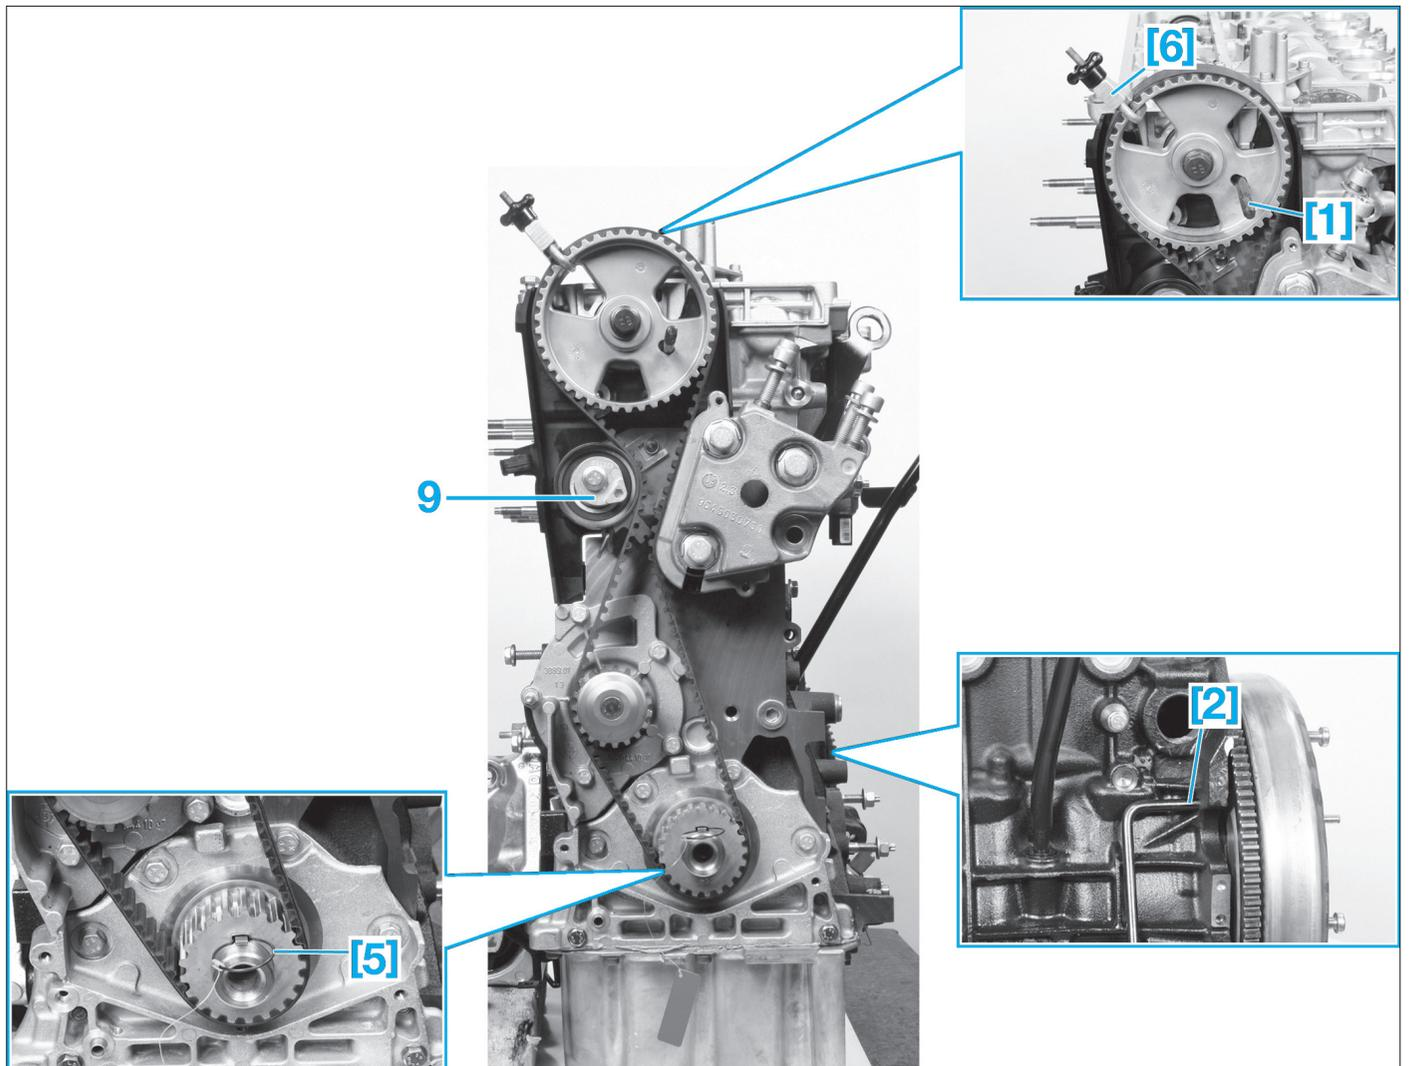

Fig. 6
- [1]. Pige de la poulie d'arbre à cames (réf : 0188.M) (Fig.6).
- [2]. Pige de volant moteur (réf : 0188.X) (Fig.6).
- [5]. Centreur de poulie (réf : 0188.AH) (Fig.6).
- [6]. Pince courroie (réf : 0188.AD) (Fig.6).
- Tourner le moteur par la vis de fixation de la poulie d'accessoires jusqu'à pouvoir engager l'outil [1] (Fig.6).
- Mettre en place l'outil [5] (Fig.6).
- le moteur est au point de calage (Fig.6).
- Reposer la courroie de distribution sur la poulie d'arbre à cames et mettre en place l'outil [6] (Fig.6).
- Desserrer la vis du galet tendeur (9) (Fig.6).